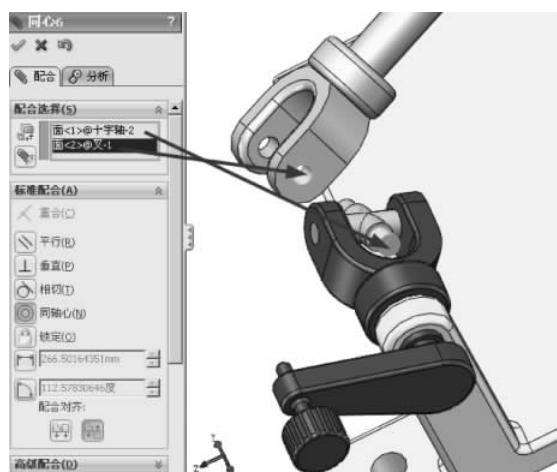

图 3-69 同轴心配合
(4) 单击【装配体】工具栏中的【配合】按钮 ，弹出【配合】的属性设置。选择【标准配合】选项组下的【同轴心】配合类型 ，在【要配合的实体】选择框 中选择如图 3-69 所示的面，其他保持默认，单击【确定】按钮 ，完成同轴心的配合。